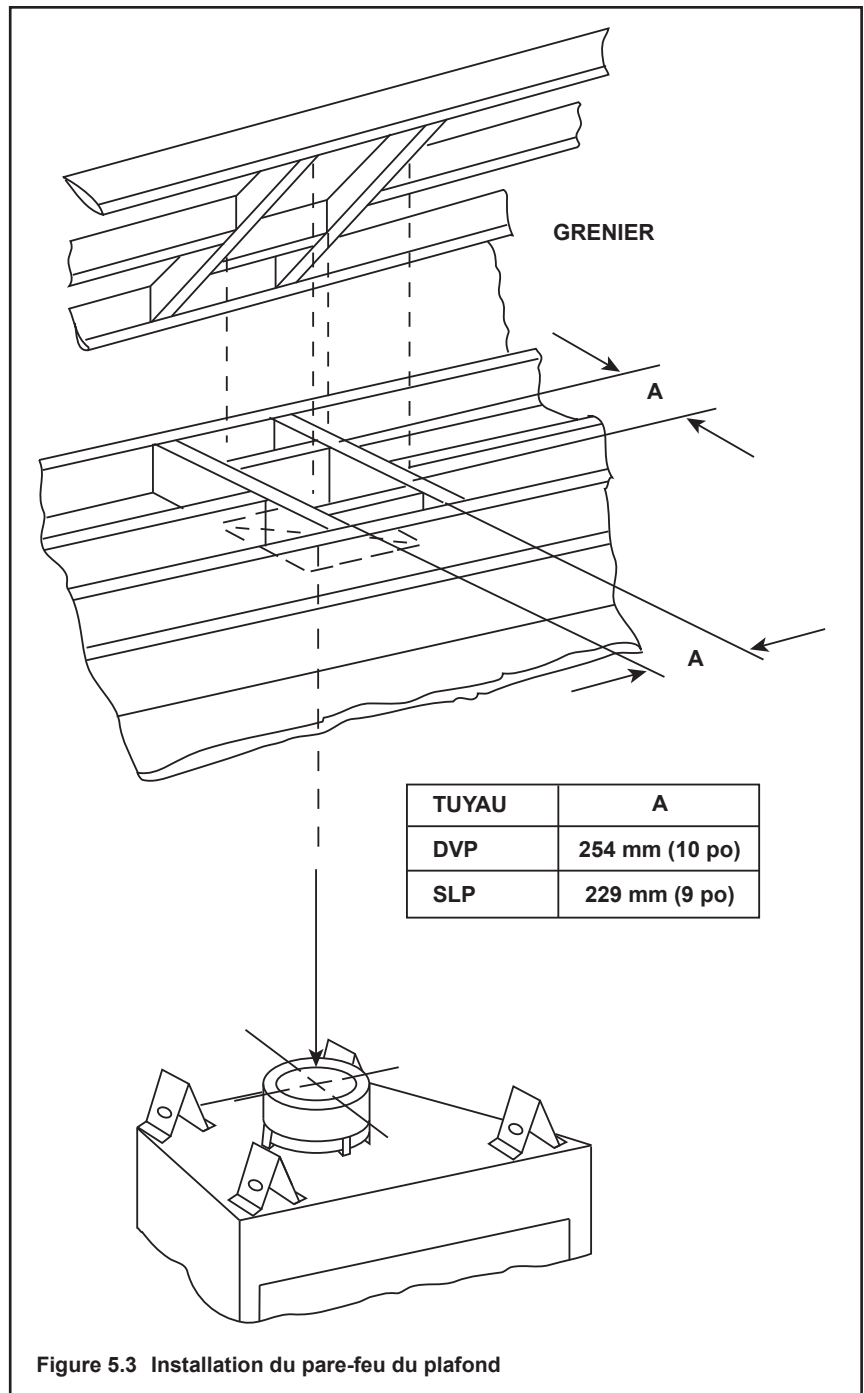

Figure 5.3 Installation du pare-feu du plafond
- **Conduit SLP seulement** – Ouverture du coffrage 229 x 229 mm (9 x 9 po) (9 x 9 po) lorsque le conduit d'évacuation traverse un plancher/plafond (voir la figure 5.3).